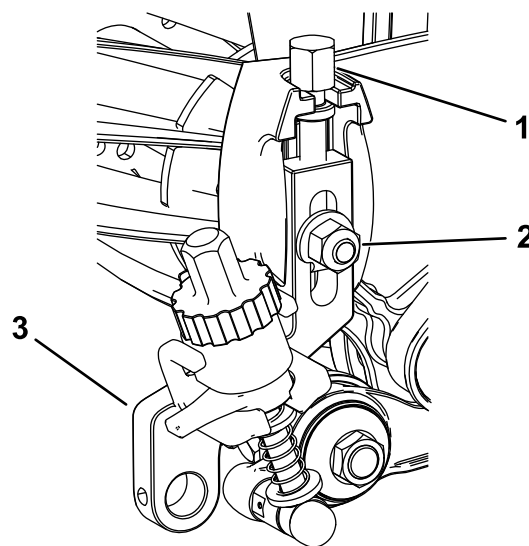

图18
1. 将之前卸下的剪草高度调节螺丝旋入剪草高度组件的顶部图18。
2. 用先前卸下的防松螺栓、螺母和专用垫圈将剪草高度组件安装到滚刀组侧板图18。